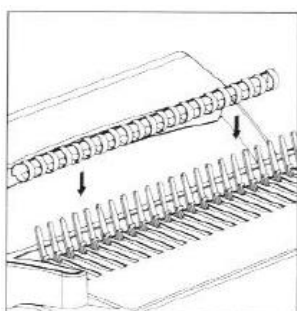

BILD 6
- Plastik-Ringbinder hinter dem Metallkamm so einlegen, dass die Zäckchen nach vorne richten. (siehe Bild 6)